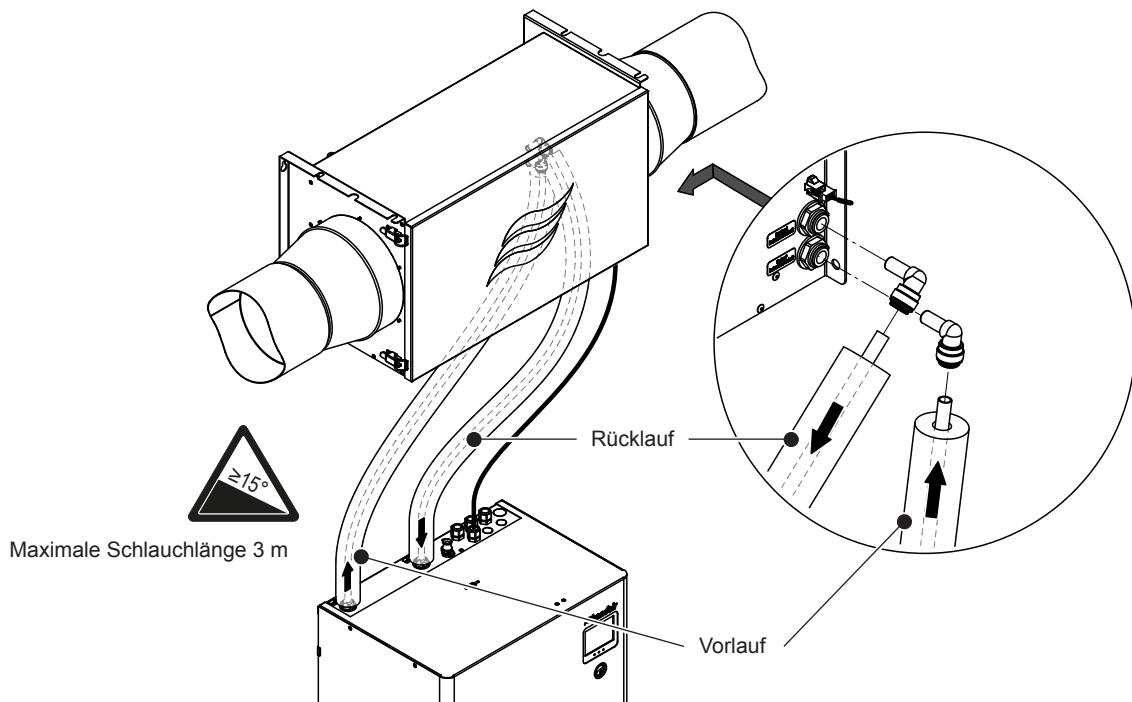

Abb. 19: Schlauchverbindungen
3. Schliessen Sie den Vor- und Rücklaufschlauch gemäss Abb. 19 an den entsprechenden Anschlüssen der Hydraulikeinheit und der Befeuchtereinheit an. Verwenden Sie dazu, falls nötig, die mitgelieferten Winkelverbinder.